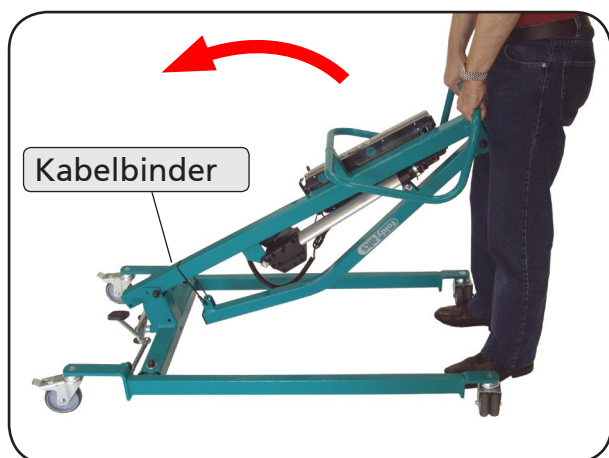
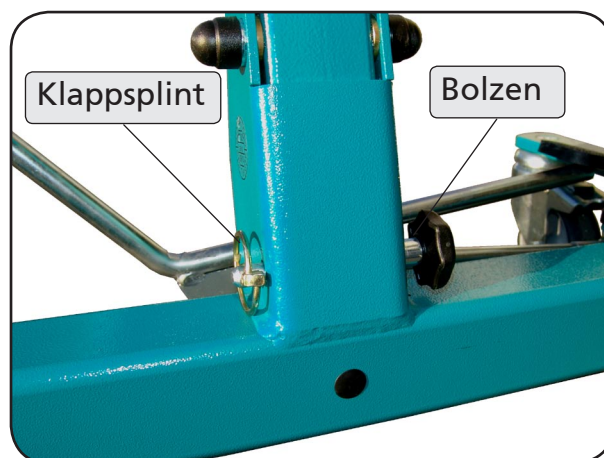
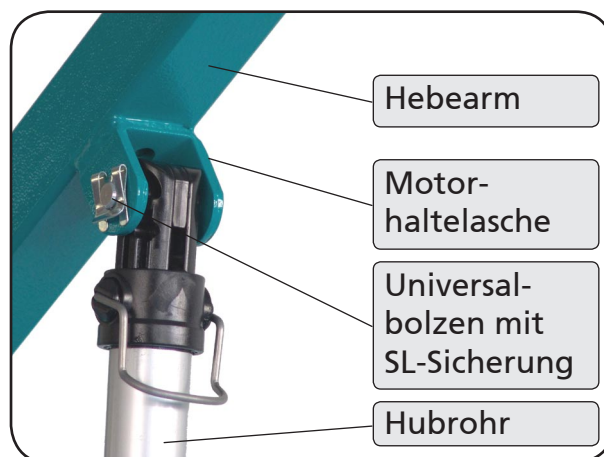

Abbildung 04
Abbildung 05
Abbildung 06
2. Jetzt kann der Standmast aufgerichtet werden (Abbildung 04). Dieser wird danach durch Einstecken des Bolzens in die Bohrung arretiert. Sichern Sie anschließend den Bolzen mit dem Klappsplint (Abbildung 05).
3. Entfernen Sie nun den Kabelbinder, der als Transportsicherung Hebearm und Standmast zusammenhält (Abbildung 04). Um den Motor zu fixieren, entfernen Sie den Universalbolzen aus der Motorhaltetasche am Hebearm. Heben Sie den Hebearm an und bringen Sie die Bohrung des Hubrohres mit der der Motorhaltetasche in Deckung. Dann wird der Universalbolzen wieder eingeführt und mit der SL-Sicherung gesichert (Abbildung 06).